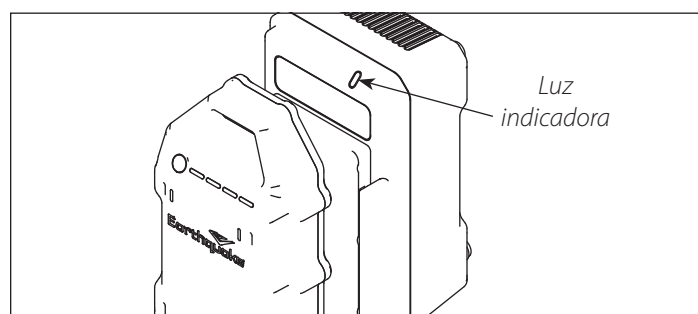

Figura 7
3. La luz del indicador de carga debería parpadear en color verde. **CONSULTE LA FIGURA 7**